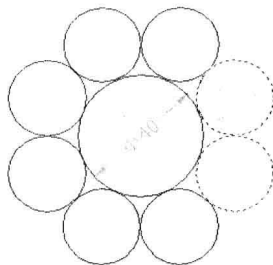

图 4-1-2
(3) 在 B 点位置单击鼠标，蓝色矩形框内的被完全包围对象都被选中，并呈虚线显示，如图 4-1-2 所示。这就是窗口选择方式。按 Esc 键，取消命令。